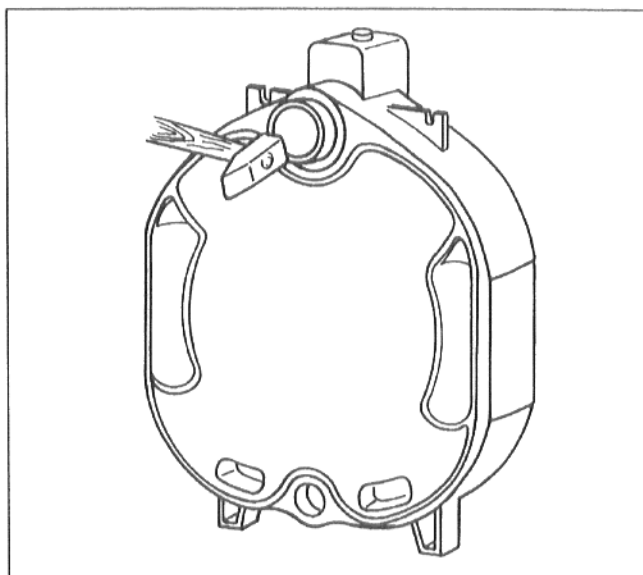

рис. 11
- Вставить ниппели ровно в верхнюю (разм. 2, 119/50) и нижнюю (разм. 0, 57/50) ступицу задней секции и сильными ударами молотка забить крест-накрест, при образовании заусенцев их следует удалить с помощью напильника (рис. 11).